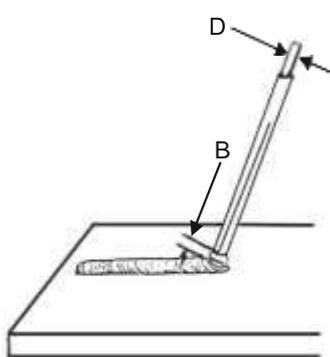

Fig. 2
1.- Arco Normal (Fig. 2). Que es cuando la distancia "B" es igual al diámetro (D) del electrodo. Esta distancia de arco es muy aparente para los operarios con poca experiencia o que recién se inician en la soldadura.